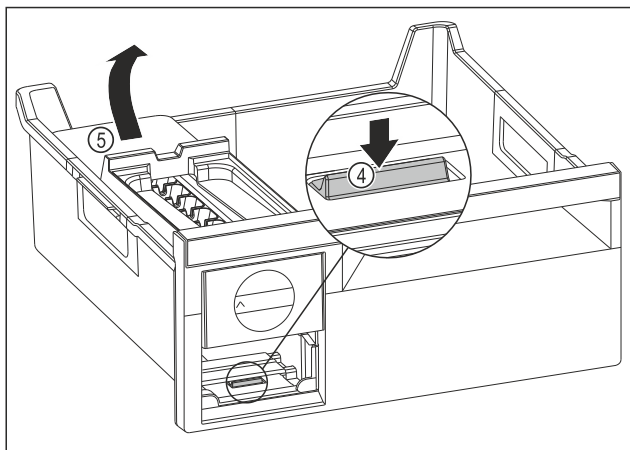

Fig. 104
- Retirer le corps de l'EasyTwist-Ice : Avec le doigt, pousser la languette Fig. 104 (4) vers le bas tout en soulevant de l'autre main le corps de l'EasyTwist-Ice Fig. 104 (5) depuis l'arrière.